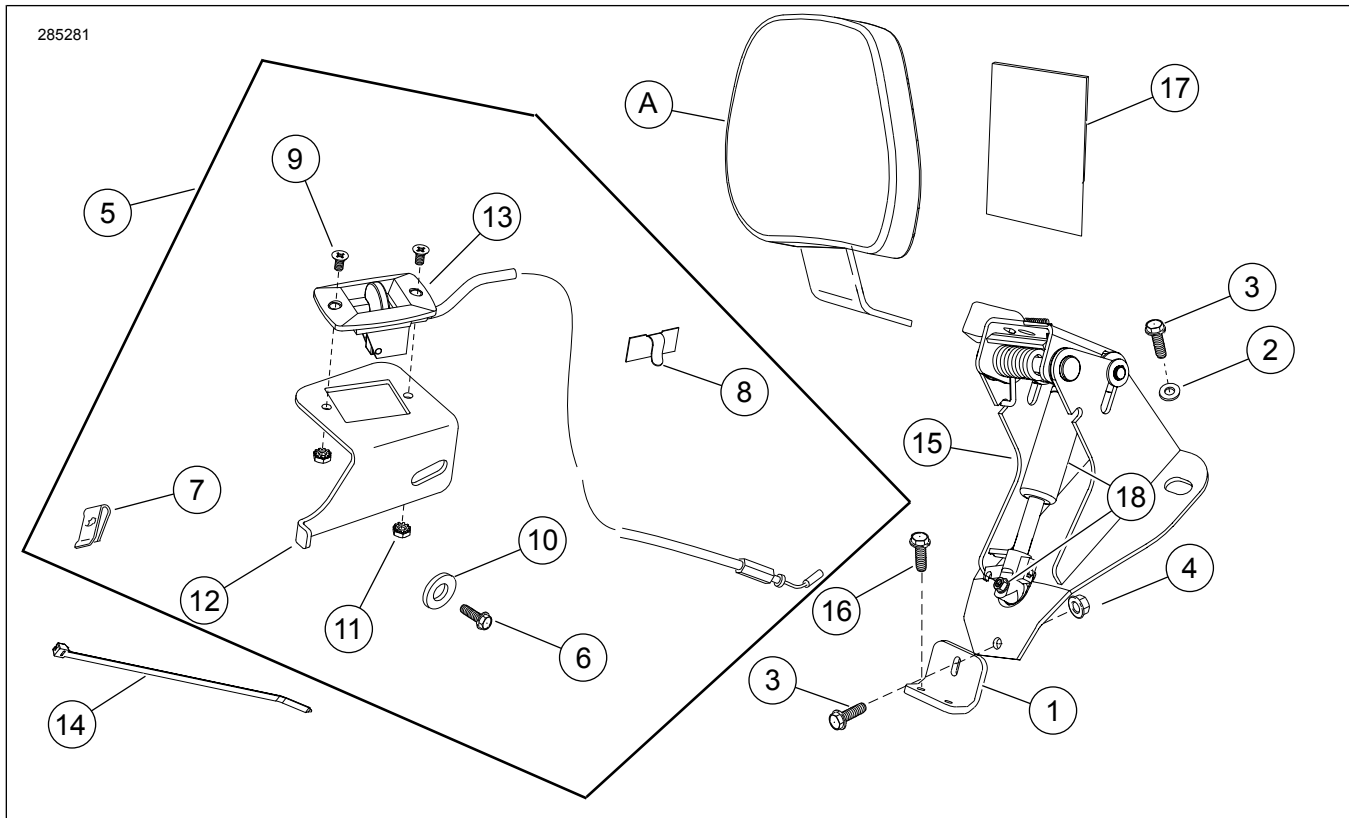

Figure 9. Pièces de rechange : Kit de matériel de montage de dossier pilote réglable FL
7. Figure 9 Installez la poignée d'actionneur avec le câble (13) au support de poignée (12) à l'aide des vis (9) et des écrous freinés (11).
11. Figure 9 Prenez la pince adhésive (8) dans le kit. Nettoyer la zone plane du support de la poignée réglable à peu près à l'endroit où la pince métallique de série de la bougie a été retirée à l'aide d'alcool isopropylique. Fixer la pince au support et acheminer le fil de la bougie et le tube d'évaporateur (si équipé) à travers la pince. Plier la pince vers le bas pour attraper le fil ou le tube en toute sécurité.
4. Figure 9 Prenez le protecteur de selle (17).